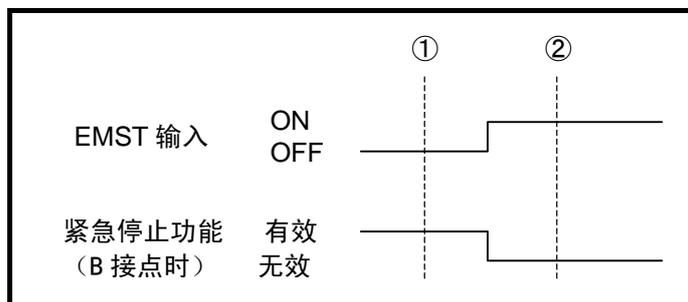

图 A-3: EMST 输入的 ON / OFF 和接点极性
- ◇ 例如，EMST 输入: 紧急停止 的出厂默认值为 B 接点。「图 A-3: EMST 输入的 ON / OFF 和接点极性」的①的状态中，输入信号为 OFF，但是紧急停止功能为有效。②的状态中，输入信号为 ON，但是紧急停止功能为无效。
- ◇ 「图 A-3: EMST 输入的 ON / OFF 和接点极性」的①・②的时间点上，比较监视器 IO0, IO1 的读取结果，如「表 A-2: EMST 输入为 B 接点时的监视器 IO0・IO1 的显示」所示。